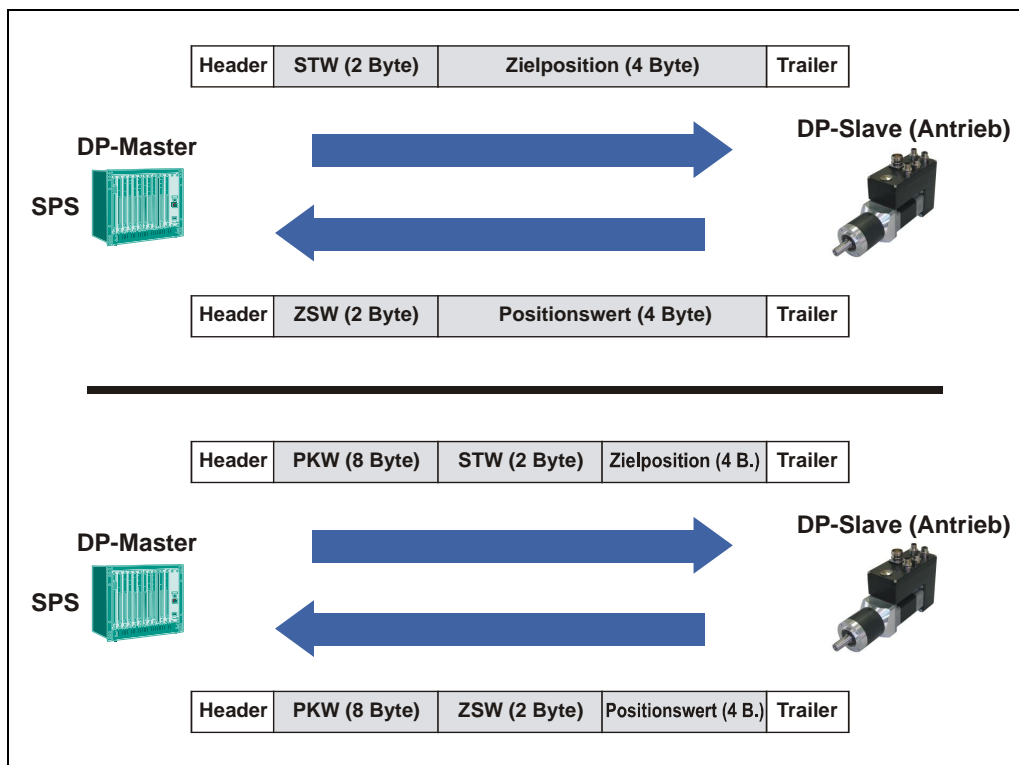

Abbildung 2: Zyklische Kommunikation mit (unten) und ohne PKW-Kanal (oben)
Abbildung 2 zeigt die Telegramme, welche im Rahmen des zyklischen Datenverkehrs zwischen DPM1 und Slave ausgetauscht werden. Als Prozessdaten wird dabei vom DPM1 zum Slave das Steuerwort und Zielposition, in Gegenrichtung das Statuswort sowie der Positionswert übertragen.
(vgl. Abbildung 2, Seite 13)
2. **PKW-Kanal, PZD: wie in 1.** (vgl. Abbildung 2, Seite 13)